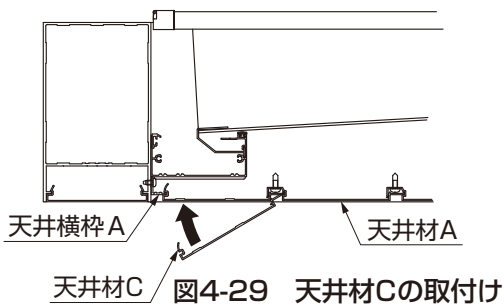

図4-29 天井材Cの取付け
⑥天井材Cを天井材A、天井横枠Aにかん合させて取付けてください。(図4-29参照)